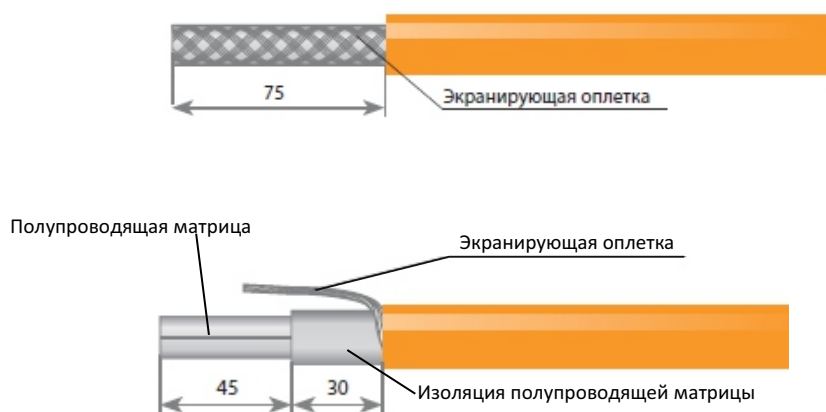

Рисунок 2
3.4. Надрезать и снять оболочку кабеля на длине 75 мм, экран в виде оплётки скрутить в жгут. Снять изоляцию с полупроводящей матрицы (то, что под оплёткой) на длине 45 мм (Рисунок 2).